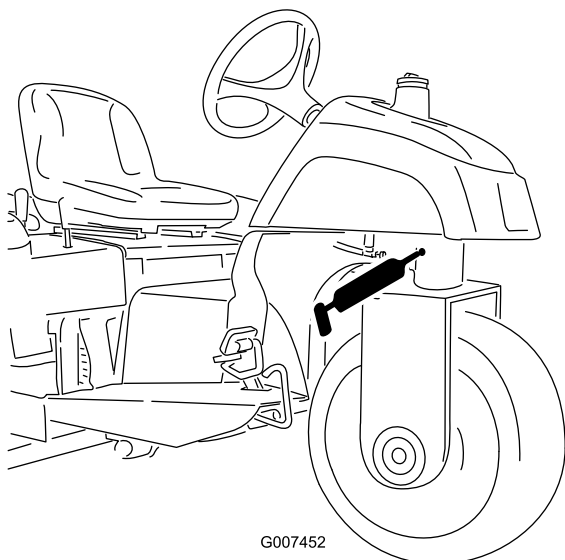

图 26
- 转向枢轴 (图 26)
注意 转向枢轴上的平式接头图 26 需要一个黄油枪喷嘴转换器。Toro 订购零件号为 107-1998 可从 Toro 授权经销商处购买。